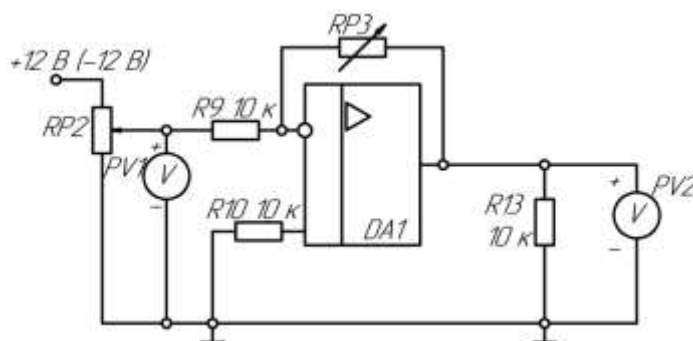

Рис. 21
- 1) Собрать схему согласно рис.21; установить заданное значение $R_{P3}=20\text{K}$;